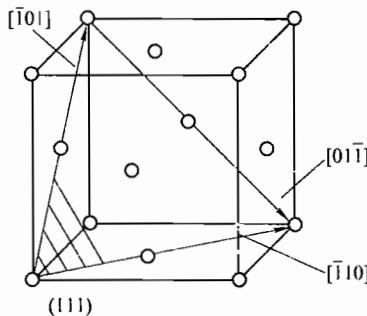

图 19-3 第四题解答图
铜是面心立方晶体，其单位晶胞如图 19-3 所示。
2. 面心立方晶体发生滑移的一个晶面 (111) 以及这个晶面上发生滑移的三个晶向 $[01\bar{1}]$ 、 $[\bar{1}10]$ 、 $[\bar{1}\bar{1}0]$ 如图 19-3 中所注。